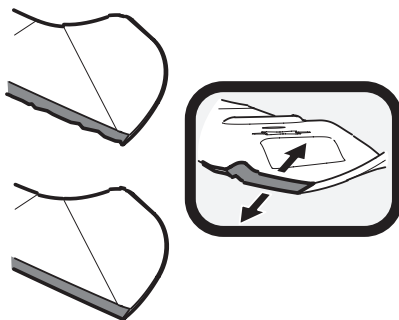

Figura 33
1. Para afilar las cuchillas de corte correctamente, extraiga cantidades iguales de metal de ambos extremos de las cuchillas a lo largo de los bordes cortantes, paralelo al borde de caída, a un ángulo de 25° a 30°. Afile siempre cada borde de las cuchillas de corte de forma pareja para mantener un centrado adecuado entre las mismas. Consulte la Figura 33.